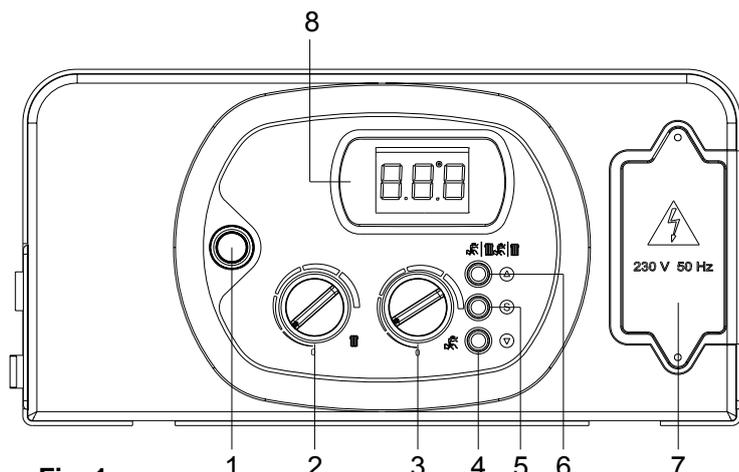

Fig. 1
- Mettre en fonction la chaudière en plaçant l'interrupteur **1** sur ON (marche) (fig. 1)
Pour commuter la chaudière sur « ÉTÉ », agir sur la touche **6** (fig. 1) et sélectionner ainsi la fonction sanitaire. En mode “ETE”, le symbole  s'allume sur l'afficheur du tableau de commande.
Pour commuter la chaudière sur « HIVER », agir sur la touche **6** (fig. 1) et sélectionner ainsi la fonction chauffage. En mode “HIVER”, le symbole  s'allume sur l'afficheur du tableau de commande.
Pour commuter la chaudière en fonctionnement ÉTÉ-HIVER, agir sur la touche **6** (fig. 1) et sélectionner la fonction chauffage/eau chaude sanitaire. Le fonctionnement ÉTÉ-HIVER se reconnaît à l'allumage simultané des symboles   sur l'afficheur du tableau de commande.
Le réglage de la température s'effectue au moyen du bouton **2** (fig. 1) ;
Le réglage de la température s'effectue au moyen du bouton **3** (fig. 1) ;